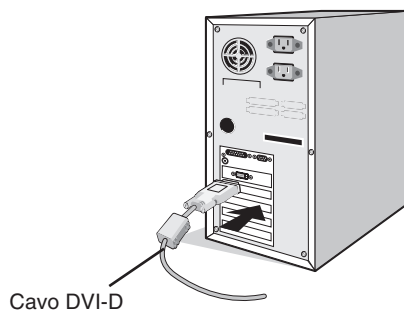

Figura A.1
2. **Per PC con uscita digitale DVI:** Collegare il cavo DVI-D al connettore della scheda video del sistema (**Figura A.1**). Serrare tutte le viti.